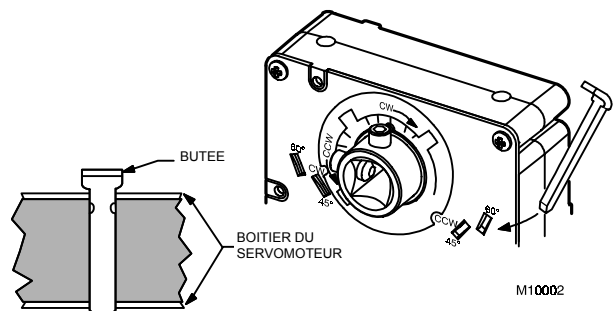

Fig. 7. Mise en place de la butée.
1. Si le registre s'ouvre dans le sens horaire (SH) et que sa course angulaire totale est de 90°, ouvrir manuellement à fond le registre et monter le W7751H. Serrer les vis de blocage à six pans creux. La butée référence 201614, fournie avec le régulateur compact W7751H, est inutile. Pour se fermer complètement, le registre tourne de 90° dans le sens antihoraire.
2. Si le registre s'ouvre dans le sens horaire et que sa course angulaire totale est de 45 ou 60°, ouvrir à fond manuellement le registre et monter le W7751H sur l'arbre. Serrer les vis de blocage à six pans creux. Mettre en place la butée référence 201614, fournie avec le régulateur compact W7751H, dans le trou approprié (voir Fig. 7). La butée doit traverser entièrement le boîtier. Pour pouvoir la mettre en place, il faut que le servomoteur soit en position SH. Pour se fermer complètement, le registre tourne de 45 ou 60° dans le sens anti-horaire.
REMARQUE : Cette application nécessite de prendre des précautions particulières. Monter le W7751H sur le registre. (Ne pas serrer les vis de blocage à six pans creux à ce stade). Avant de pouvoir mettre en place la butée référence 201614, fournie avec le régulateur compact W7751H, il faut que le servomoteur soit à fond dans le sens anti-horaire. Pour cela, il faut câbler le régulateur du W7751H, le mettre sous tension et le connecter au PC portatif par l'intermédiaire de l'adaptateur série LonTalk® (SLTA). Le raccordement s'effectue sur la prise d'accès réseau du module d'ambiance T7770 ou sur le B-Port du module de gestion de zone Q7750A. A partir du logiciel E-Vision, amener le servomoteur du W7751H à fond dans le sens anti-horaire et mettre en place la butée dans le trou approprié (voir Fig. 7). La butée doit traverser entièrement le boîtier. Elle ne peut être mise en place que si le servomoteur est à fond dans le sens SAH. Ouvrir à fond manuellement le registre, puis serrer les vis de blocage à six pans creux. Pour se fermer complètement, le registre tourne de 45 ou 60° dans le sens horaire.